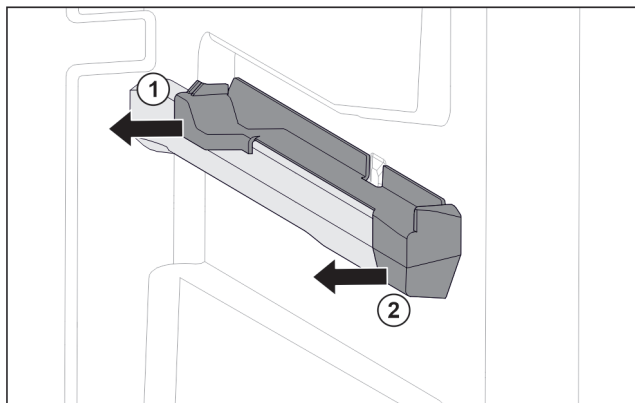

Fig. 148 Natični dio na desnom žlijebu spremnika
- Skinite natični dio straga u stranu. Fig. 148 (1)
- Skinite natični dio sprijeda u stranu. Fig. 148 (2)